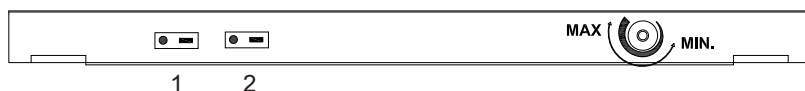

Afb. 3
Zie afb. 3
4. Plaats de nieuwe veer. Zie fig. 3. De veer dient met de in het gaas getrokken te worden terwijl de veerhouder in de aluminium strip wordt geplaatst. Vergrendel het geheel. Monteer de bus en de as.